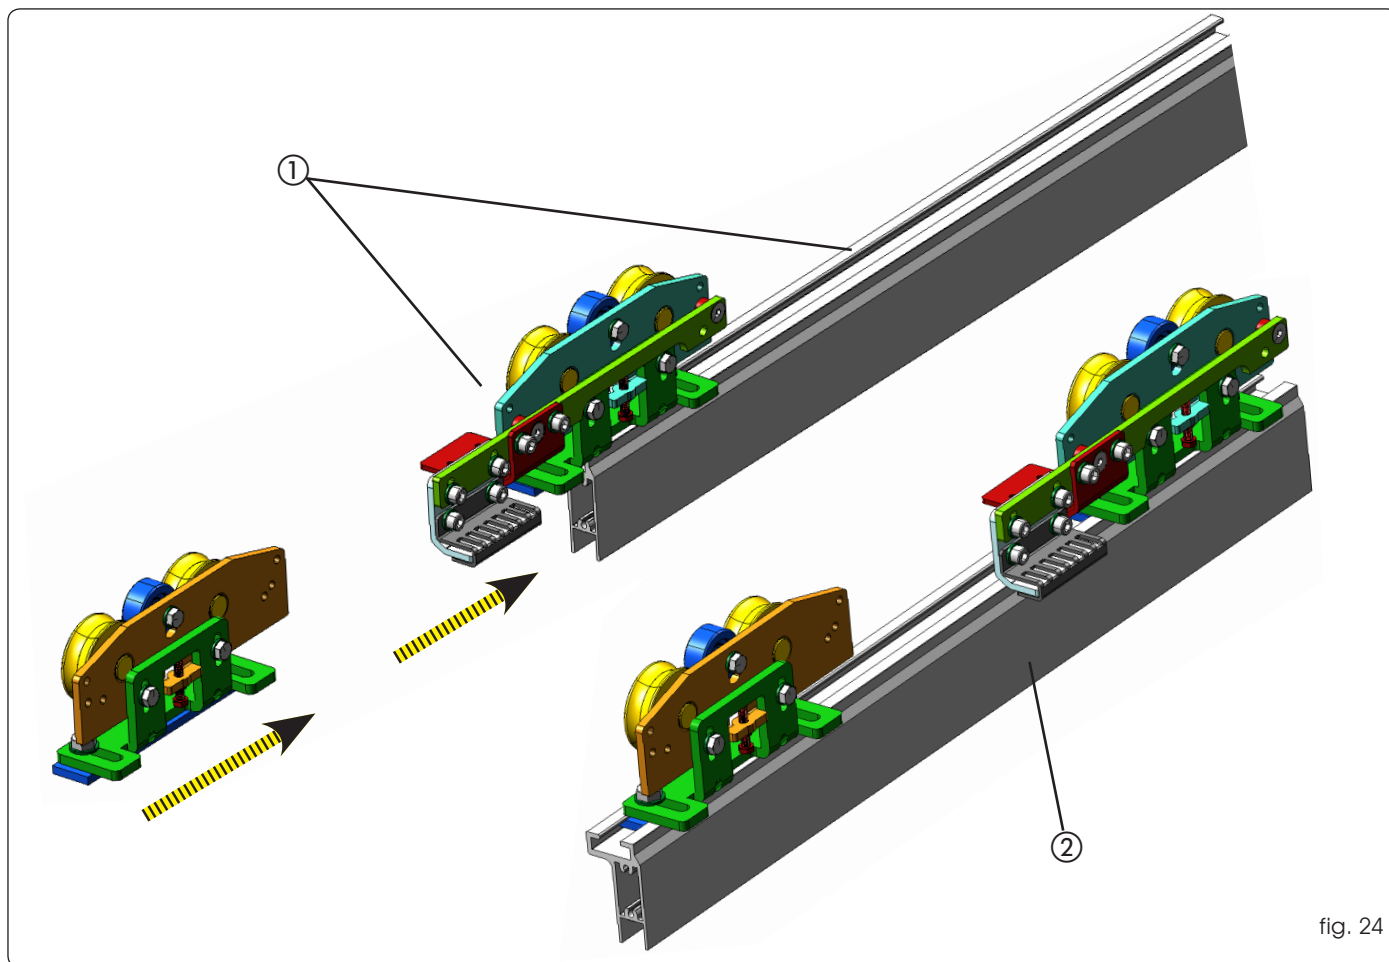

fig. 24
Assembleer de loopwagens op de vleugelsteun, fig.24 Ref. ①②.